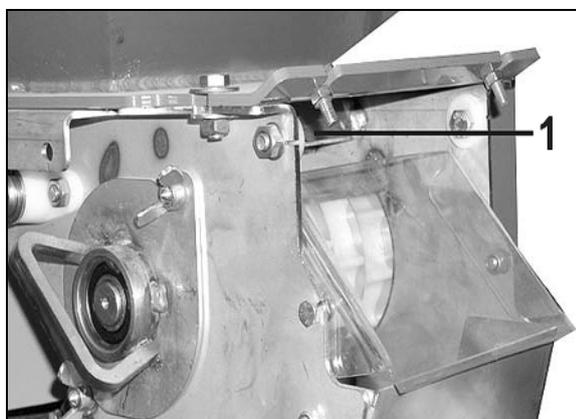

Fig. 90
2. Den Schieber (Fig. 90/1) bis zum Anschlag in den Dosierer schieben.